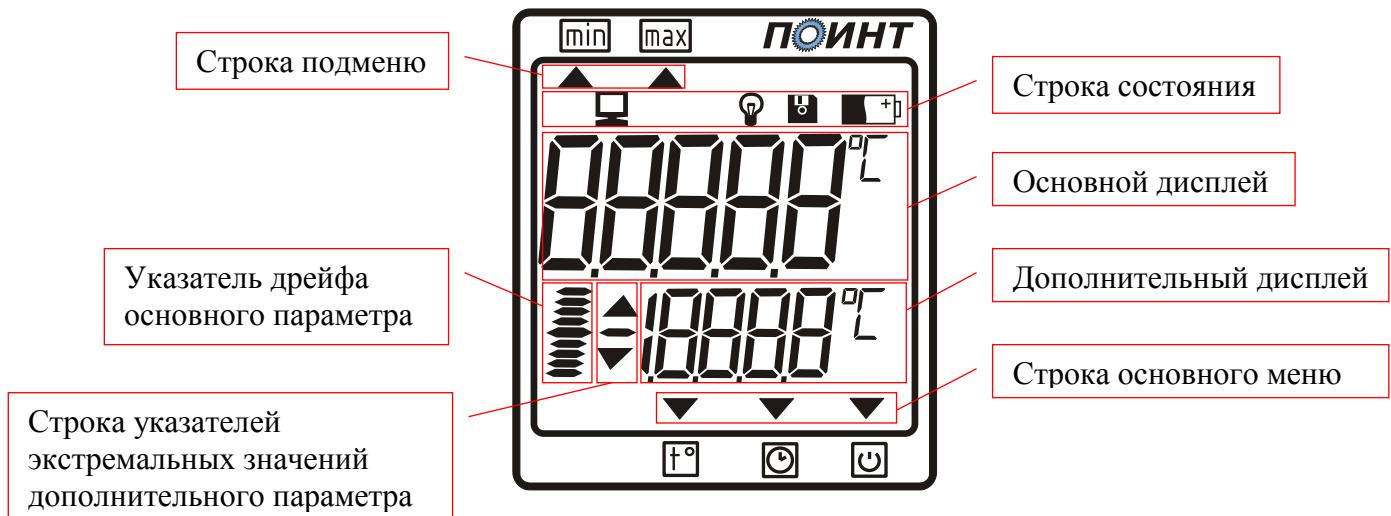

Рис.1
3.2. На лицевой панели измерителя расположен цифровой индикатор (рис.1), служащий для отображения информации и две кнопки управления. В верхней части прибора расположен разъем для подключения датчиков. На задней части измерителя находится батарейный отсек.
4.4. Описание основного дисплея. Измеритель имеет три рабочих режима: режим измерения температуры, режим отображения текущего времени, режим выбора времени работы измерителя. Переключение между этими режимами производится нажатием левой кнопки измерителя. В зависимости от положения указателя «▼», который расположен в строке основного меню (рис.1), можно определить, в каком режиме находится измеритель. Так при положении указателя над значком прибор будет настроен на режим измерения температуры, - режим отображения текущего времени, - режим выбора времени работы измерителя. В зависимости от выбранного режима на основном дисплее отображается текущее значение измеряемого параметра. В режиме отображения текущего времени при нажатии на правую кнопку на индикаторе отображается текущий месяц, число и год. Установка этих параметров приведена в п.7.2 7.2. Длительном нажатии правой кнопки в режиме измерения температуры происходит отображение значения температуры свободных концов термопары.